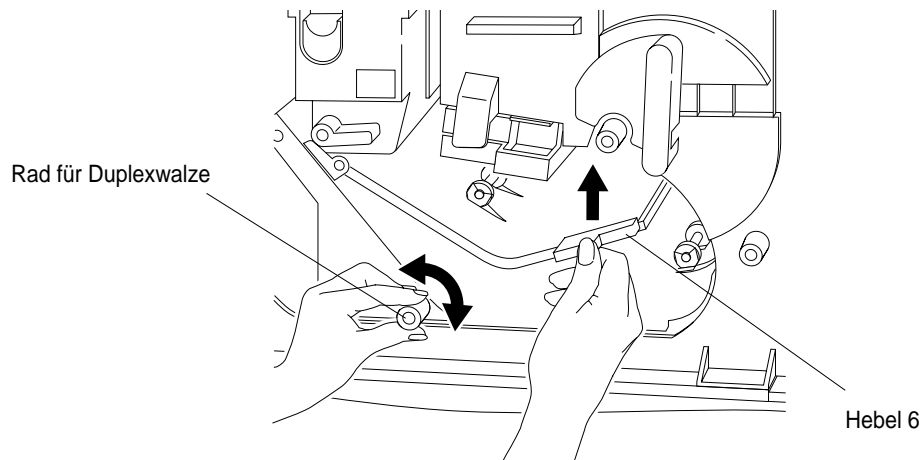

Abbildung 3-54 Beheben eines Papierstaus an der Duplex-Einheit
1. Öffnen Sie die Frontklappe. Die Position von Hebel 6 ist in Abbildung 3-54 dargestellt.